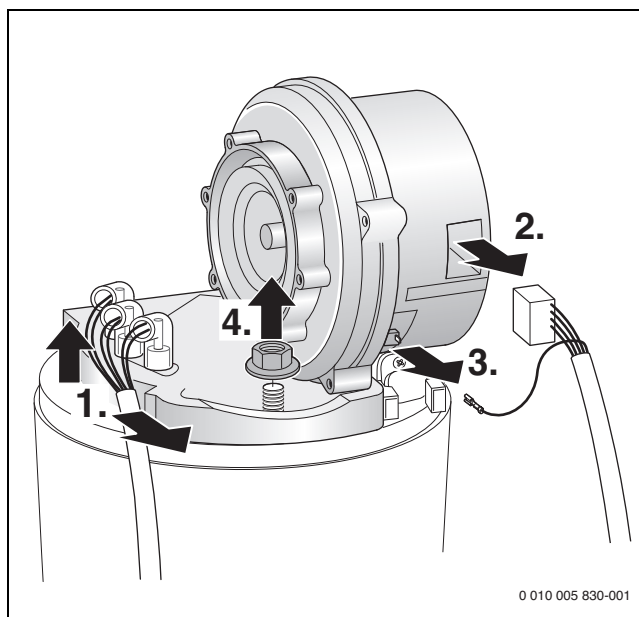

Fig. 44 Scoaterea suflantei
- Demontarea dispozitivului de amestecare (→ Fig. 44).